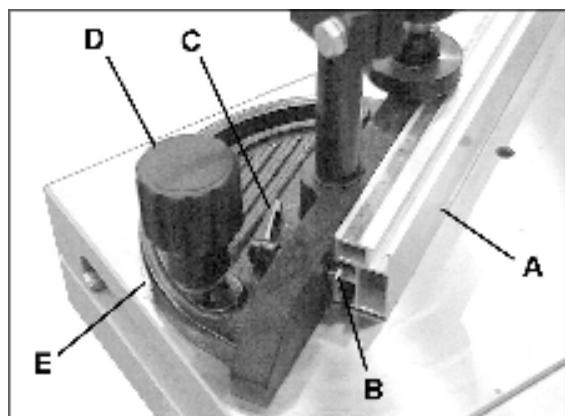

Рисунок 12
1. Продвиньте угловой упор (A, рис. 12) через две квадратные гайки (B, рис. 12), которые прикреплены к резьбовой части фиксирующих ручек (C, рис. 12).
2. Чтобы передвигать угловой упор влево-вправо, ослабьте фиксирующие ручки (C, рис. 12), продвиньте упор (A, рис. 12) в требуемое положение и затяните фиксирующие ручки (C, рис. 12). Чтобы изменить угол упора, ослабьте фиксирующую рукоятку (D, рис. 12) и поверните узел. Шкала (E, рис. 12)